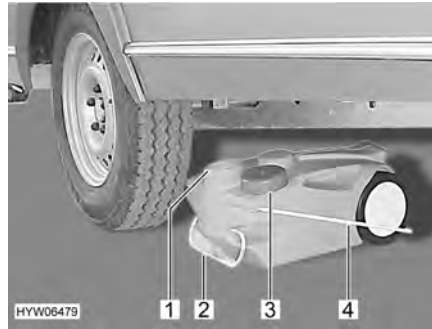

Fig. 158 Depósito de aguas residuales, con ruedas
- Cerrar la abertura del depósito de aguas residuales (Fig. 158,1) con la tapa (Fig. 158,3).
- Extraer el depósito de aguas residuales por el tirador (Fig. 158,2).
- Abatir hacia arriba el tirador (Fig. 158,4) y colocar el depósito de aguas residuales.